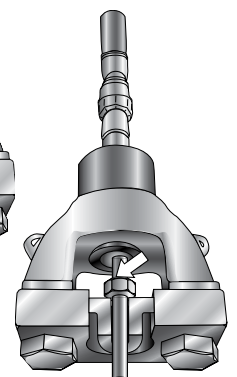

Abb. 4
- Schließen Sie das Druckentlastungsventil an der Seite der Handpumpe. Pumpen Sie mit der Handpumpe, bis der Kolben einen Anschlag erreicht. An diesem Punkt ist eine Zunahme des Widerstands am Hebel spürbar und die Mutter liegt auf der Schulter der Körperpressschale auf (Abb. 4).